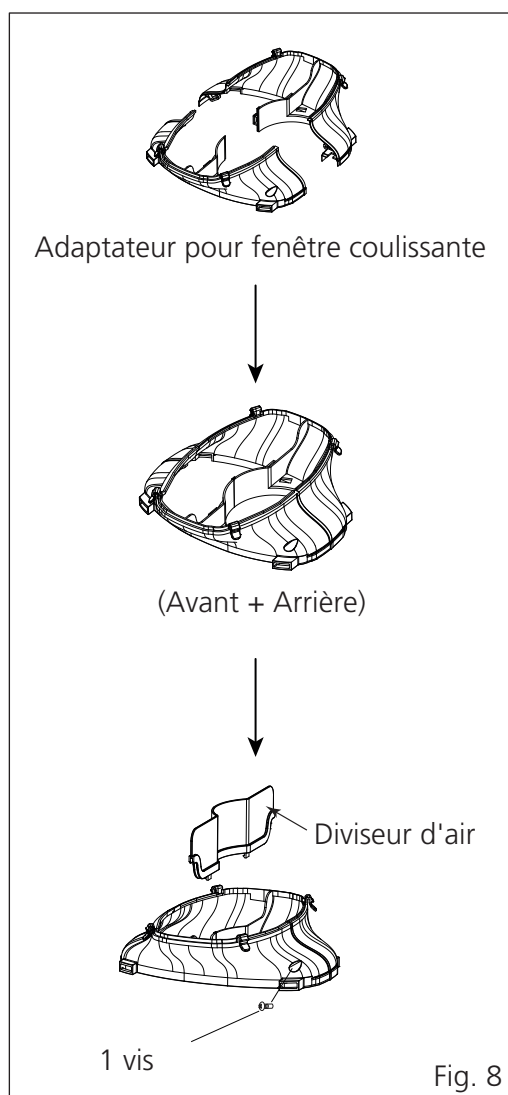

Fig. 8
- Assemblage de l'adaptateur de fenêtre coulissante (nécessaire uniquement pour les applications relatives à la fenêtre coulissante) : Alignez les deux moitiés de l'adaptateur de fenêtre coulissante et connectez-les. Ensuite, fixez le diviseur d'air à l'adaptateur de fenêtre nouvellement formé sur le côté extérieur. L'adaptateur entièrement assemblé doit ressembler à l'image situé à gauche. (Voir Fig. 8)